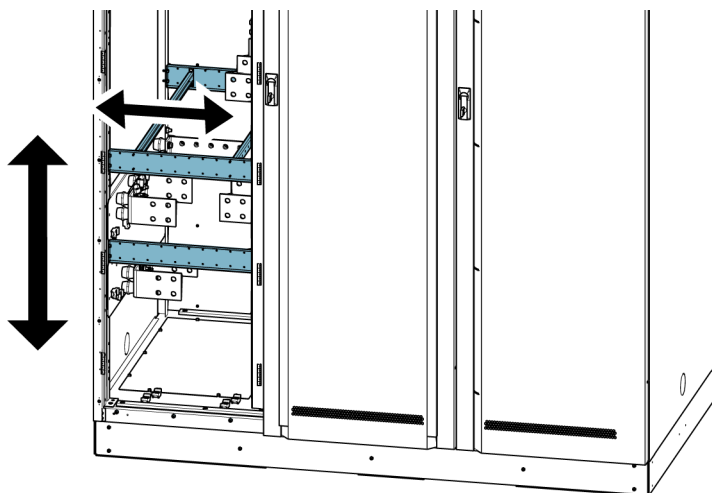

Figure 16. Poutres de support de câble
7. Acheminer et connecter le câblage d'alimentation. Utilisez les poutres de support de câble mobiles, au besoin. Voir figure 16.